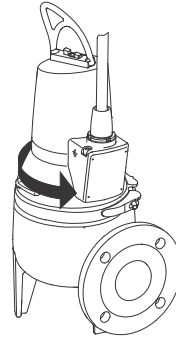

Abb. 11 Rückrichtung
3. Bewegt sich die Pumpe kurz entgegen der vorgesehenen Drehrichtung, ist die Drehrichtung richtig. Siehe Abb. 11.